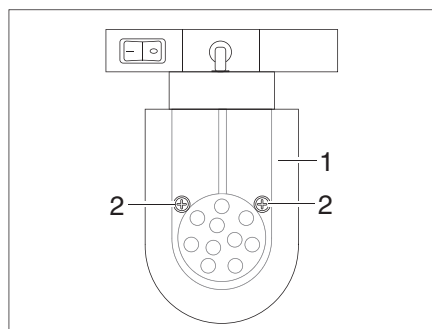

Fig. 368 Faretto a LED (mobile)
- Svitare le viti di fissaggio (Fig. 368,2).
- Rimuovere il vetro della lampada (Fig. 368,1).